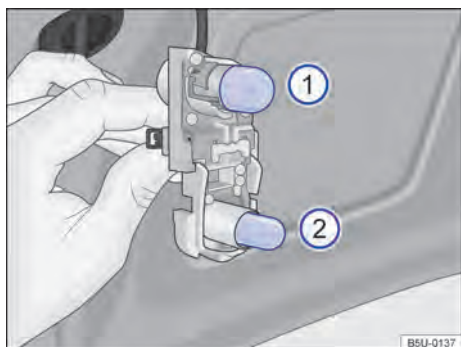

Fig. 158 No suporte das lâmpadas: localização das lâmpadas.
- ⑤ Para remover a lâmpada incandescente queimada ① → Fig. 158, pressionar a lâmpada contra o suporte e girar, ao mesmo tempo, no sentido anti-horário.
- ⑥ Para remover a lâmpada incandescente queimada ② → Fig. 158, puxar a lâmpada do suporte para removê-la.
- ⑦ Substituir a lâmpada incandescente queimada por uma lâmpada incandescente nova do mesmo modelo.
- ⑧ Para inserir a lâmpada nova ① no suporte, pressionar a lâmpada e girar, ao mesmo tempo, no sentido horário, até o batente.
- ⑨ Para inserir a lâmpada nova ② no suporte, encaixar e empurrar a lâmpada no suporte.
- ⑩ Certificar-se de que as lâmpadas estão corretamente fixadas no suporte.
- ⑪ Instalar o suporte das lâmpadas na tampa traseira. A lingueta de travamento deve encaixar de forma audível.
- ⑫ Colocar a cobertura. A cobertura deve encaixar e estar firme.
- ⑬ Fechar a tampa traseira → Página 62.
A localização e a identificação das lâmpadas incandescentes → Fig. 158 estão relacionadas a seguir: